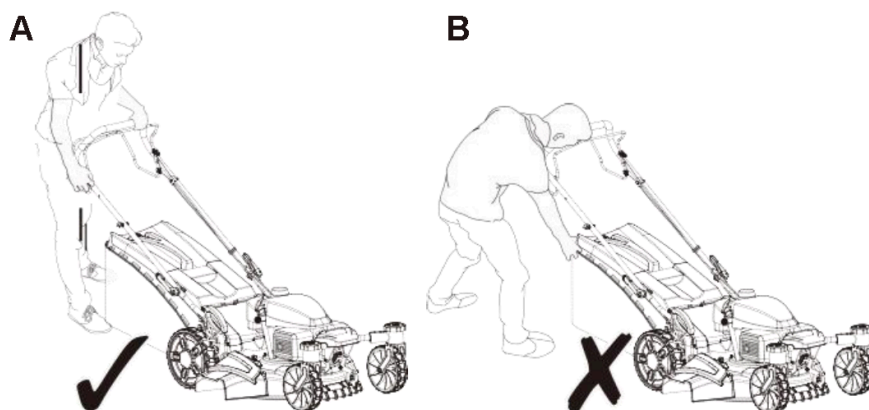

Рис. 23
ВНИМАНИЕ! Исходное положение должно быть таким, как указано в руководстве по эксплуатации. На рис. 23 (А) показано правильное исходное положение. Оператор должен запускать двигатель, держась за верхнюю рукоятку (2). Не запускайте двигатель, находясь сбоку, как показано на рис. 23 (В).